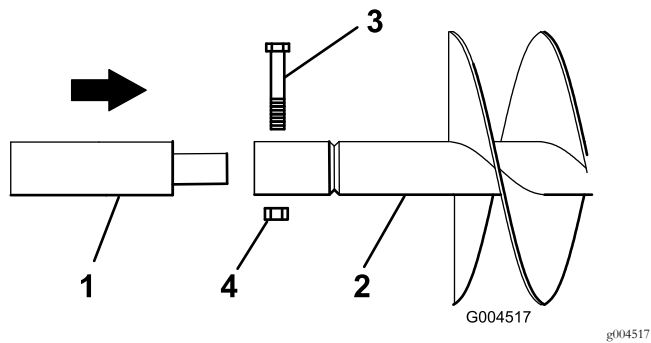

Figure 6
5. Si vous utilisez une rallonge avec la tarière, introduisez l'extrémité de la rallonge au bout de la tarière et fixez-les ensemble avec un boulon (7/8 x 4-1/2 po) et un écrou (7/8 po) (Figure 6).